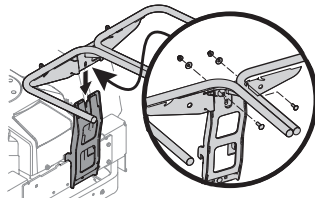

Figure 11
1. Fixez le support du sac à herbe (683-04461C) au support vertical avec deux (2) boulons de carrosserie (710-0276), deux (2) rondelles à collerette (736-0242) et 2 écrous autobloquants (712-04063) du kit de quincaillerie (689-02364). Voir Figure 11.